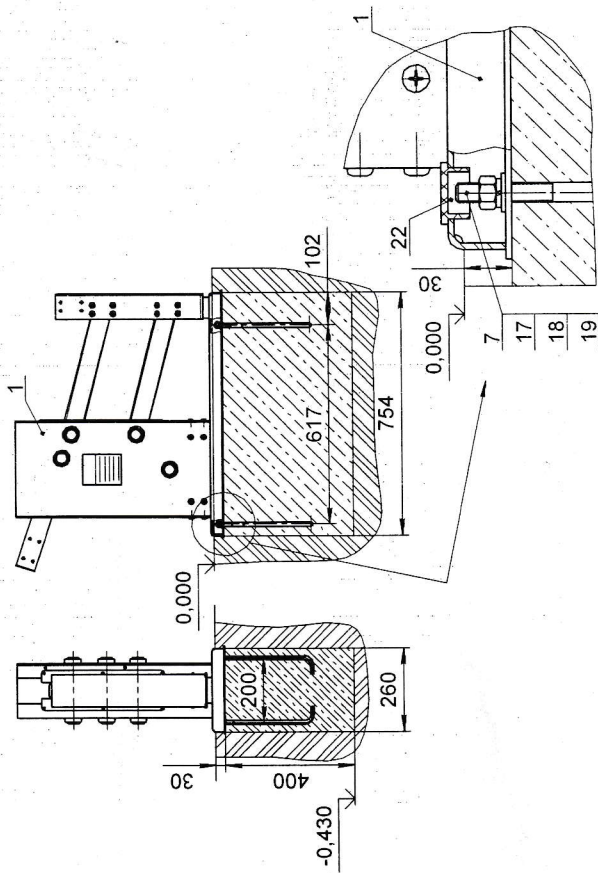

Рис.3
- 12.3.8 Убедиться в сухости и прочности залитого бетона. Установить платформу со стойкой (поз. 1; 2) на анкерные болты и закрепить, установить заглушки поз. 22 (рис.3):